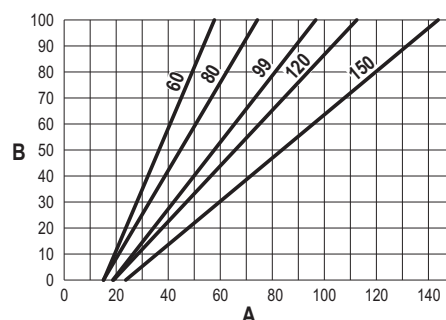

fig. 81
- Apăsați **tastele contextuale 1 și 2** pentru a mări sau a reduce puterea termică (minimă = 00 - maximă = 100). Consultați diagrama “Reglarea puterii termice” (fig. 81).